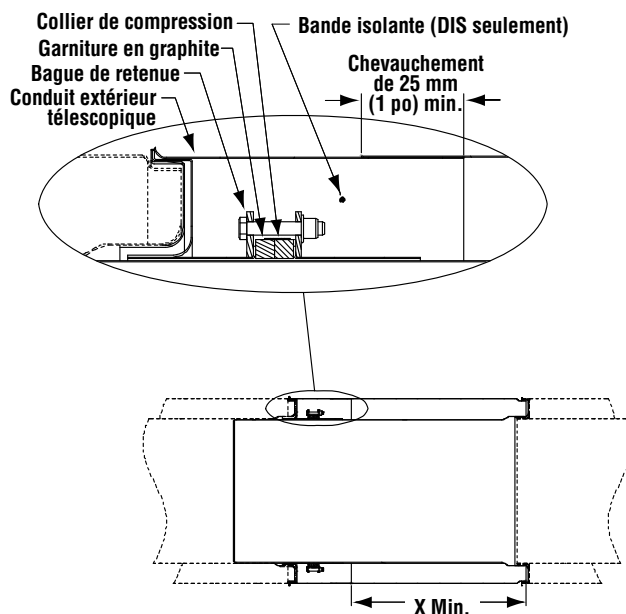

Figure 57 - Longueur ajustable
5. **Étapes d'installation (voir Figure 57) :**
- f. Ramener la section coulissante de la paroi extérieure sur la bride du coupleur femelle et installer la bride de sécurité comme décrit à la Section A, Assemblage des conduits et raccords. Voir **Figure 57**.